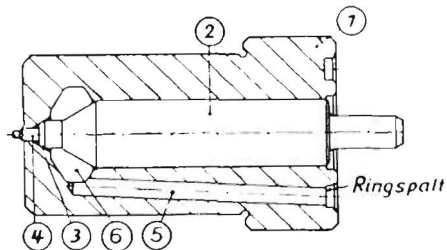

Bild 15 Einspritzdüse
Der von der Einspritzpumpe ankommende Kraftstoff wird über das Stabfilter (10), das im Druckrohrstutzen (3) gelagert ist, über die Bohrung (11) des Haltegehäuses auf einen Ringspalt der Einspritzdüse (siehe Bild 15) geleitet.
3.62 Die Einspritzdüse (Bild 15)